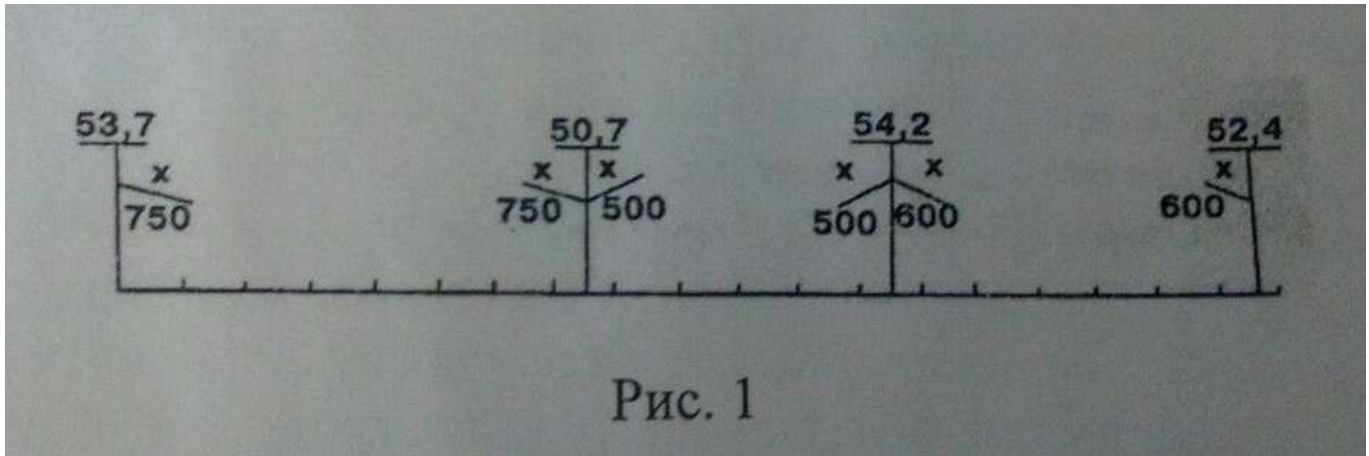

Рис. 1
**Задача 1.** Определить проектные уклоны по заданной длине элементов профиля и красным отметкам концов их (см. рис. 1).